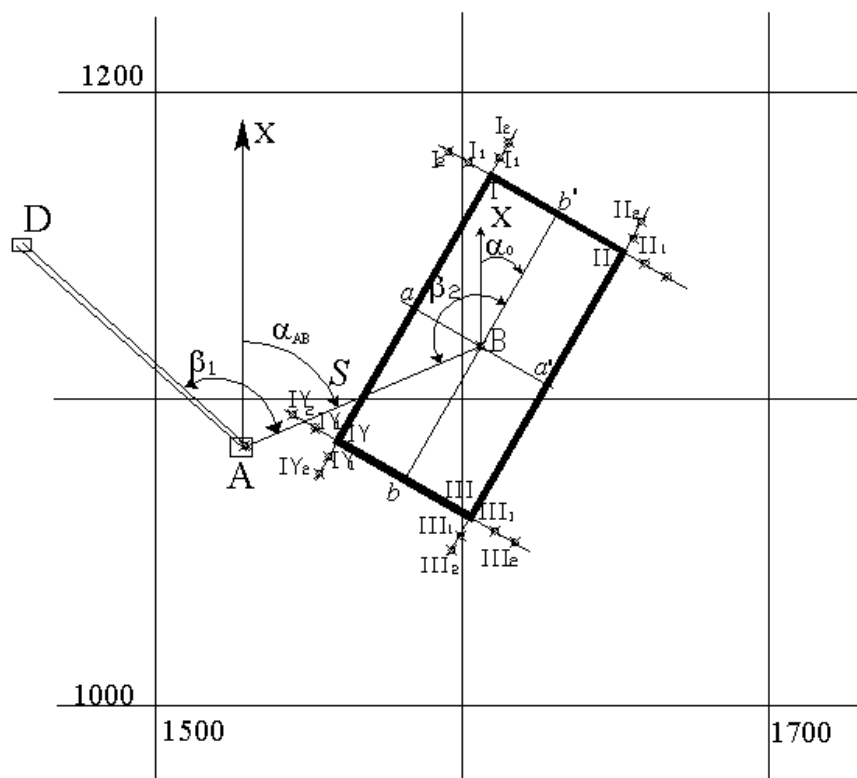

Рисунок 1. Пояснительная схема к проекту разбивки здания на промышленной площадке карьера.
В соответствии с генеральным планом промышленной площадки карьера требуется перенести в натуру здание размером 110x50,0 м. Координаты центра (B) здания (X_B , Y_B) и дирекционный угол (α_0) продольной оси здания приведены в таблице 2. Проект разбивки здания составить на миллиметровке в масштабе 1:1000 (см. рисунок 1).
4) Для переноса в натуру центра (B) здания устанавливают теодолит в точке A и от направления AD откладывают угол β_1 затем по направлению AB стальной рулеткой откладывают горизонтальное проложение S и фиксируют на промышленной площадке точку B . (рис.1).
6) Разбивка в натуре углов здания (**I, II, III, IV**) производится от осей здания. Устанавливают теодолит в точке " a ", визируют на точку B откладывают угол 90° и половину продольного размера здания и закрепляют на площадке точку **I**. Затем откладывают угол 90° в противоположную сторону и половину продольного размера здания и фиксируют в натуре точку **II**. Аналогичным образом закрепляют на промышленной площадке углы здания **III** и **IV**. Контроль разбивки здания осуществляется по створности линий **I-"a"-IV** и **II-"a'"-III** (см. рисунок 1). При этом отклонение от створа не должно превышать ± 5 мм.
7) Закрепление строительных осей стен здания производится методом створной выноски. Каждая из четырех осей здания закрепляется 4 пунктами - по 2 пункта с каждой стороны (см. рисунок 1).